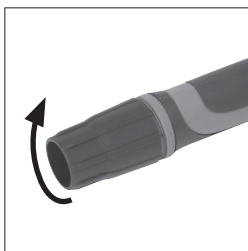

Fig. 1
- Desserrez l'écrou à douille. (**Fig. 1**)